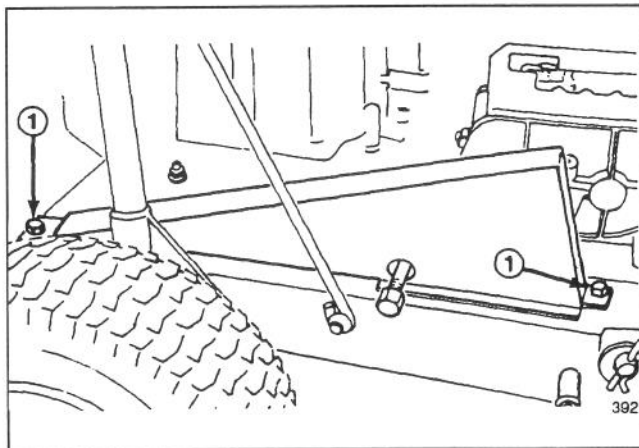

Abbildung 21
1. Die zwei die Kettenabdeckung am Chassis des Aufsitzmähers absichernden Schrauben entfernen und die Abdeckung abheben (Abb. 21).